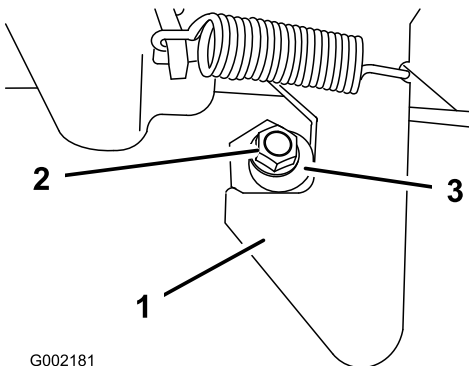

Figura 74
1. Afloje la contratuerca del extremo del tope del enganche (Figura 74).
2. Gire el tope del enganche en sentido horario hasta que quede apretado contra el enganche (Figura 74).